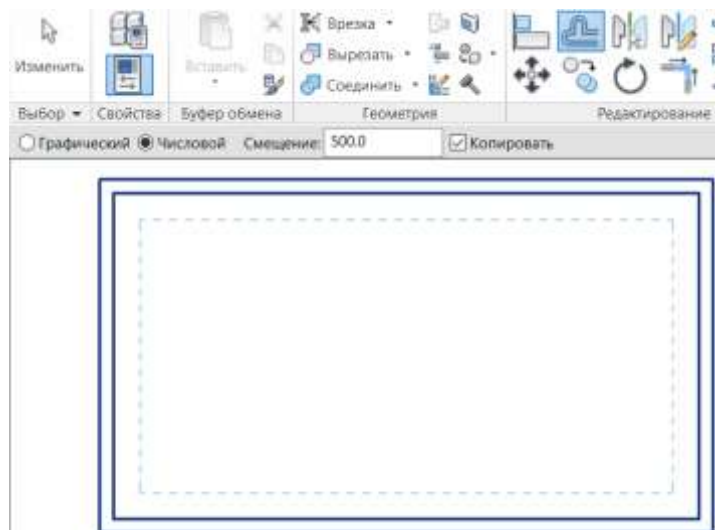

Рисунок 4.37 – Команда Смещение
**Смещение.** Копирование или перемещение выбранного элемента. На панели параметров переключателем выбирается способ задания расстояния, на которое переносится или копируется элемент – Графический или Числовой. При числовом способе необходимо задать значение Смещения (рис. 4.37). Для копирования цепи примитивов или стен, цепь нужно выбрать клавишей Tab.